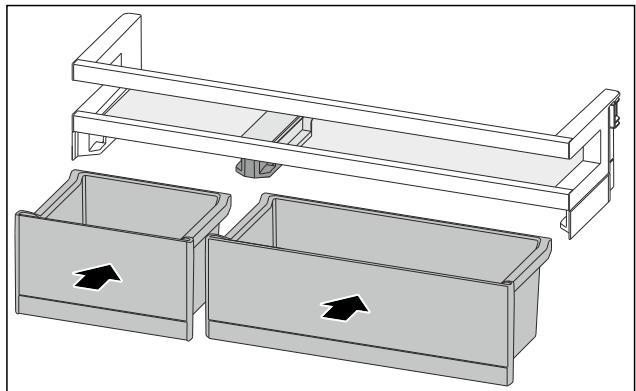

Fig. 89
- Установите ящики VarioBox, поменяв их расположение. (см. Fig. 89)